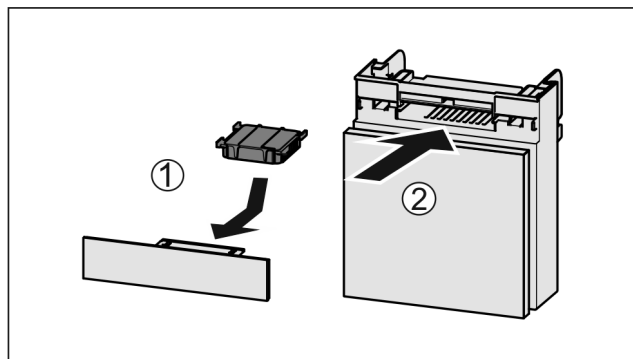

Fig. 62
- ▶ Установите фильтр с активированным углем, как показано на рисунке Fig. 62 (1).
- ▶ Вставьте отделение Fig. 62 (2).